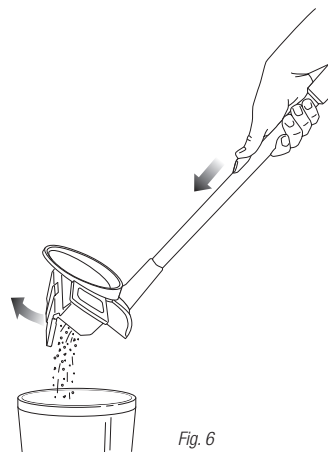

Fig. 6
- 7 Sobre un cesto de basura, vacíe el recipiente de la tierra presionando el botón de vaciado de la parte inferior del mango. Cuando se haya vaciado, vuelva a colocar suavemente el recipiente de la tierra nuevamente en su lugar. (fig. 6)